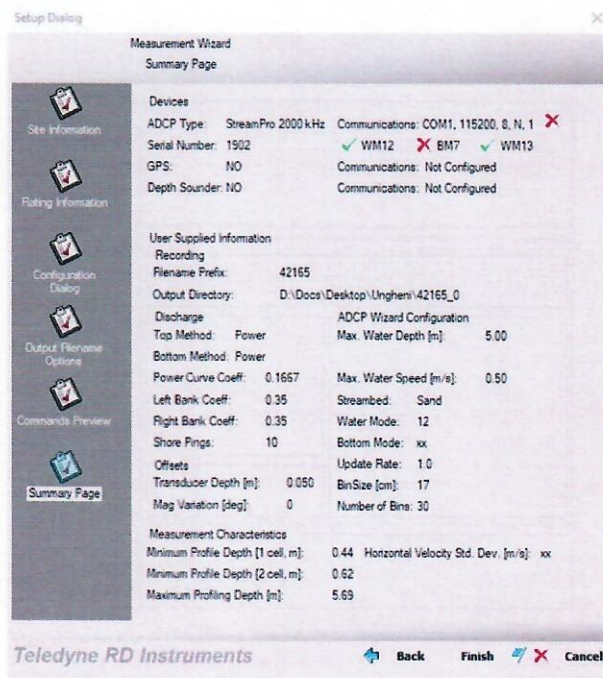

Fig. 13
e) În fereastra Commanands Preview și Summary Page tastăm doar butoanele Next și Apoi butonul Finish (fig. 13).